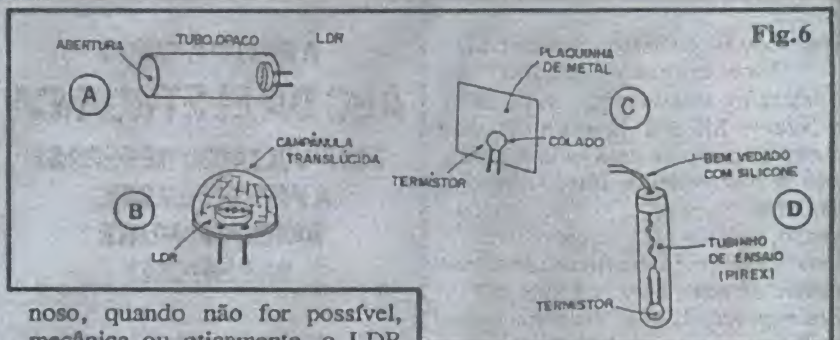

Fig. 6
- FIG. 6 - ACONDICIONANDO O SENSOR - Em raros casos o sensor (LDR ou termistor) ficará "solto"... Assim, nos itens A, B, C e D, detalhamos alguns "agasalhamentos" ou módulos físicos para acomodação do sensor: